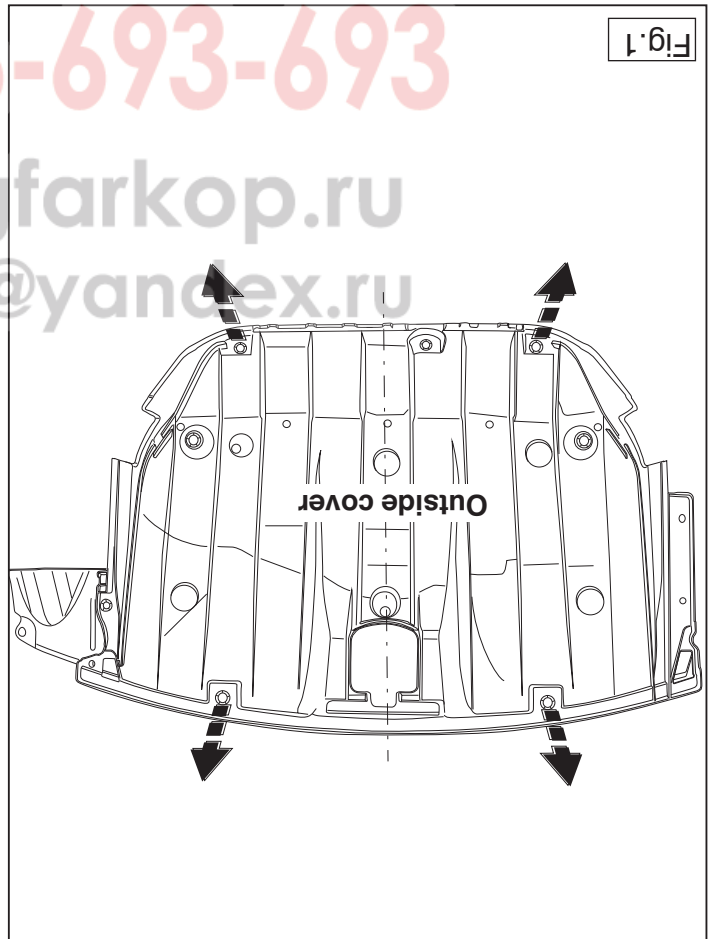

Fig.1
1. Remove the plastic cover plate in the centre on the underside (See figure 1).
1. An der Unterseite in der Mitte die Abdeckplatte aus Kunststoff demonstrieren. (Siehe Abbildung 1).
1. Démonter la plaque de recouvrement en plastique au milieu de la partie inférieure. (Voir la figure 1).
1. Demonter kunststof dækkepladen midt på undersiden. (Se fig 1).
1. Снять пластмассовую закрывающую пластину снизу в середине. (См. рисунок 1).